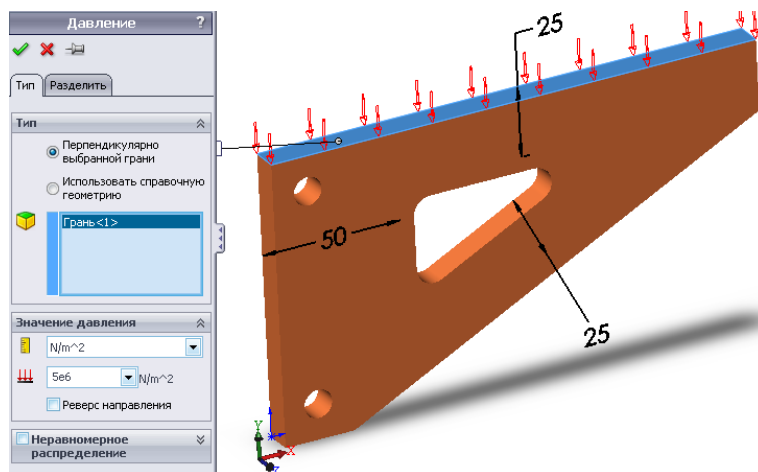

Рисунок 1.6 – Прикладываем нагрузки
4. Задаем нагрузку – прикладываем давление на выбранную грань – $5 \cdot 10^6$ Н/м² (рис. 1.6).